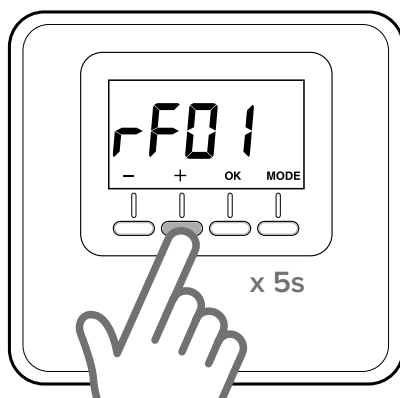

Fig. 7
- Apăsăți din nou tasta “+” pentru 5 secunde pentru a accesa parametri tehnici, ecranul afișează parametrul “rF01” (fig. 7)